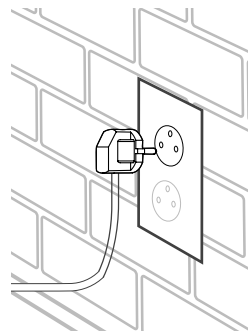

Abbildung 2.3
8. Schließen Sie den Schnellkochtopf an eine Steckdose an. **[Abbildung 2.3]**